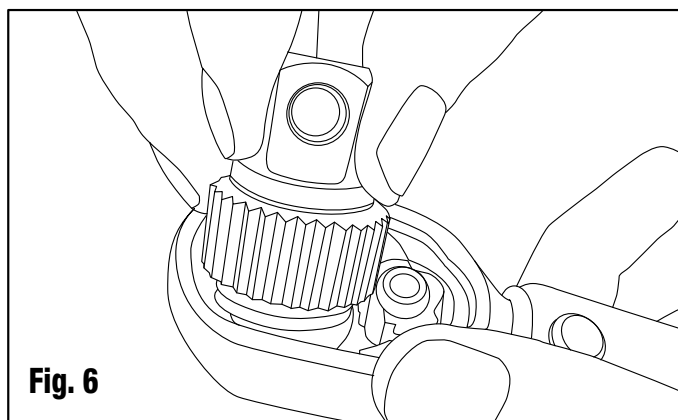

Fig. 6
Paso 6: Inserte el conductor en la cabeza del trinquete, alineando los dientes en el conductor con los dientes del trinquete. Ver la fig. 6